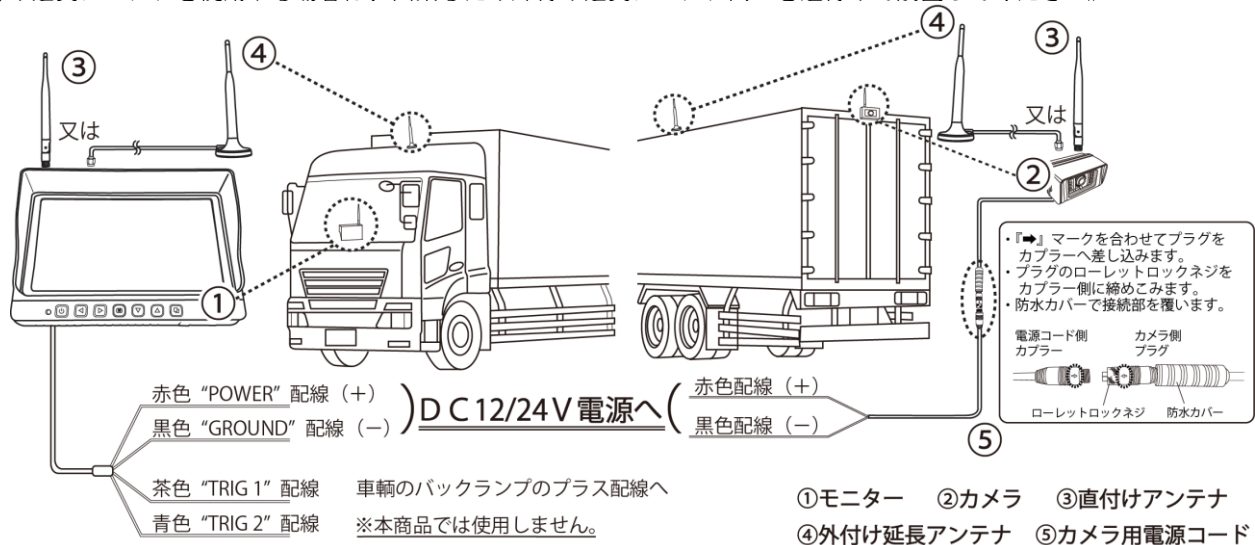

図1
※図1を参考に、本商品を車両に接続してください。
- ⑤モニターを任意の角度に調整し、③で取り付けしたノブ付ボルト、Sワッシャ、ワッシャ×4セットを本締めしてください。
- ⑥モニター電源コードの赤色“POWER”配線をDC12/24V車輛の陽極(+)側へ、黒色“GROUND”配線を陰極(-)側に、必ず絶縁処理を施して確実に接続してください(図1参考)。
- ⑦モニター電源コードの茶色“TRIG1”配線を車輛のバックランプのプラス配線へ確実に接続してください(図1参考)。
- ②カメラコードを①で開けた穴に通して、カメラコードのプラグとカメラ用電源コードのカブラーの『**→**』マークを合わせて、奥まで確実に差し込んでください。そして、**カメラコードのプラグのローレットロックネジを時計回転方向に回して確実に締め込んでください。締め込み確認後、防水カバーで接続部を覆ってください**(図1参考)。
- ⑥カメラを任意の角度に調整してから、⑤で取り付けした六角穴付きボルト(Sワッシャ、ワッシャ付)×4セットを本締めしてください。
- ⑦カメラ用電源コードの赤色配線をDC12/24V車輛の陽極(+)側へ、黒色配線を陰極(-)側に、必ず絶縁処理を施して確実に接続してください(図1参考)。
- ⑧カメラ用電源コードを車内配線する際は、カメラコードとカメラ用電源コードの**接続部は、極力ボディの外には出さない**でください。又、コードを無理に折り曲げたり、挟まないでください。